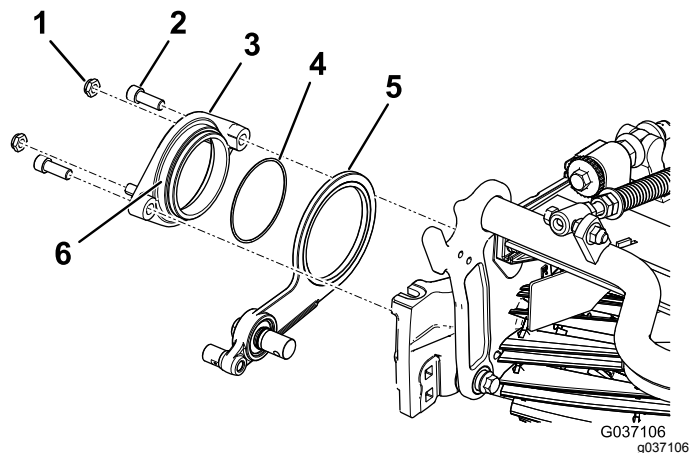

Figura 10
3. Aplique composto antigripagem no diâmetro exterior do conjunto do terminal de articulação (Figura 10).
4. Fixe o terminal de articulação sob o conjunto do rolete do cilindro utilizando dois parafusos de cabeça sextavada (Figura 10).
5. Instale sem apertar as duas porcas de bloqueio no terminal da articulação (Figura 10).